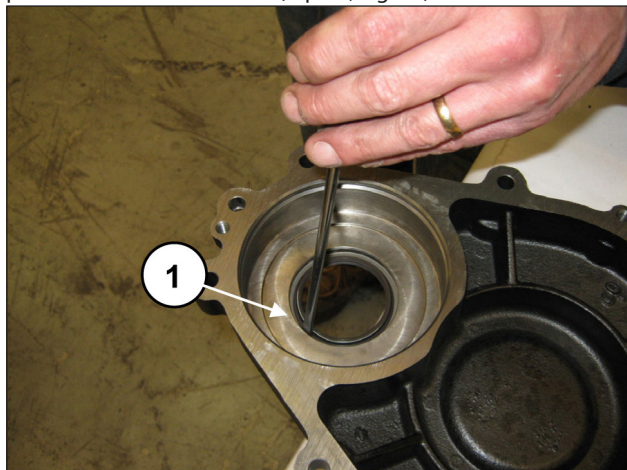

Fig. 11
Dégager le joint d'huile du couvercle du réducteur en passant par l'intérieur du couvercle (rep. ①, Fig. 11).